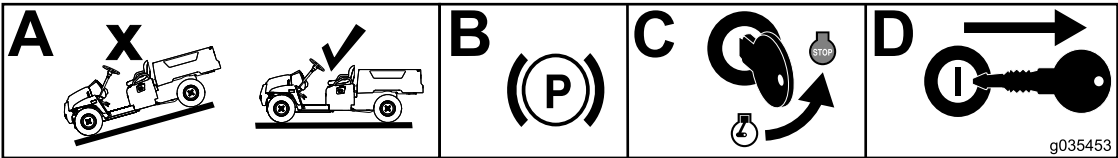

图1
1. 将机器移到水平地面上（图1 的 A 框）。
2. 接合驻车刹车（图1 的 B 框）。
3. 关闭发动机（图1 的 C 框）。
4. 从点火开关上拔下钥匙（图1 的 D 框）。